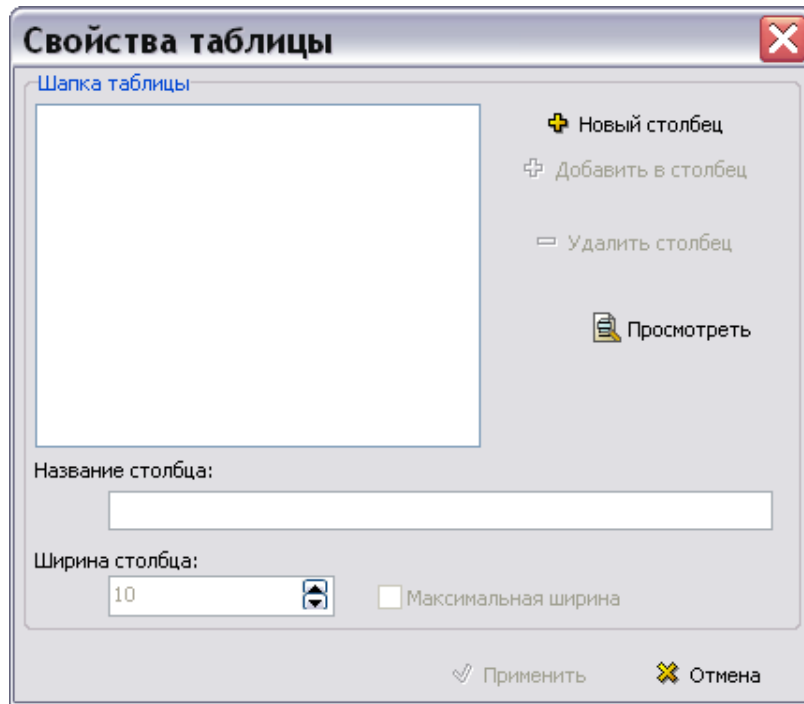

Рисунок 505
4) Введите параметры таблицы и нажмите на кнопку **Применить**. При этом появится окно **Свойства таблицы** (рисунок 505).